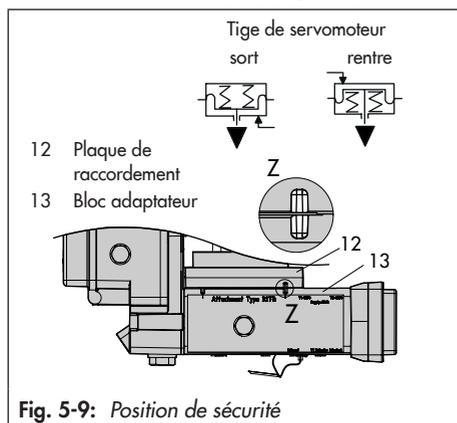

Fig. 5-9: Position de sécurité
7. Connecter le bloc adaptateur (13) en insérant les vis (13.1) à travers ses orifices centraux.
8. Enfoncer la plaque de raccordement (12) avec le joint (12.1) sur les vis (13.1) en position de sécurité « Tige sort par manque d'air » ou « Tige entre par manque d'air » selon la configuration choisie. La position de sécurité est active lorsque la rainure du bloc adaptateur (13) correspond à celle de la plaque de raccordement (12) (Fig. 5-9).